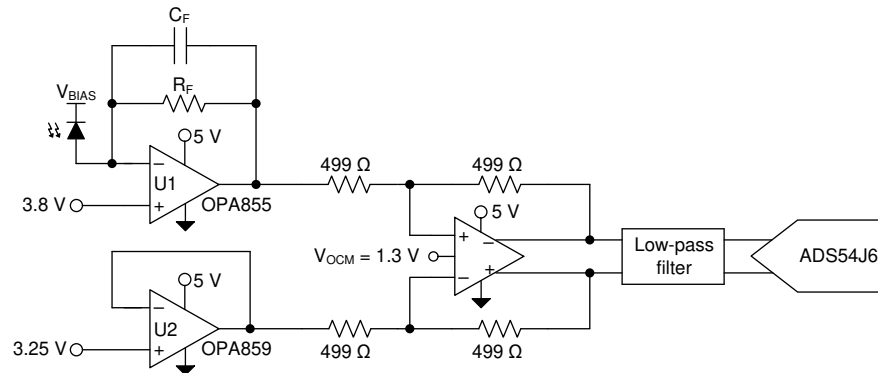
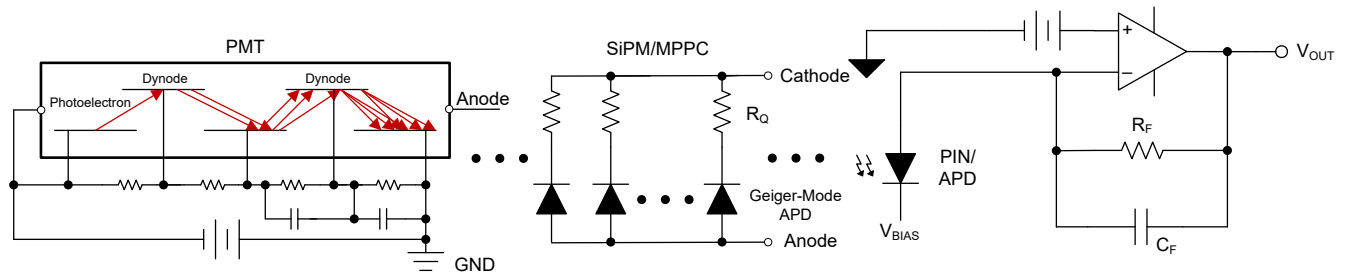

図 9-1. OPA855 TIA として統合したものです
図 9-5. APD または SiPM/MPPC または PMT 入力を備えたトランスインピーダンス アンプ
図 9-1 に、広帯域幅の光フロントエンド システムのトランスインピーダンス アンプ (U1) として構成された OPA855 を示します。2 つ目のアンプ OPA859-Q1 はユニティ ゲイン バッファ (U2) として構成され、THS4520 への dc オフセット電圧を設定します。THS4520 は、OPA855 のシングルエンドトランスインピーダンス出力を差動出力信号へ変換するために使用されます。THS4520 は、ADS54J64 (14 ビット、1GSPS のアナログ/デジタル コンバータ (ADC)) の入力を駆動し、アナログ信号をデジタル化します。
図 9-1 に、アバランシェ フォトダイオード (APD) 逆バイアスにより APD のカソードが大きな正バイアス電圧に接続される TIA として構成された OPA855 を示します。この構成では、APD は入力同相電圧に対して出力が負方向にスイングするように、オペアンプの帰還ループに電流を供給します。出力スイングを負方向に最大化するため、OPA855 の同相電圧は正の制限値に近く設定し、正の電源レールからは 1.2V のみに設定します。帰還抵抗 (R_F) と入力容量 (C_{IN}) はノイズゲインでゼロを形成し、未チェックの場合は不安定性が生じます。ゼロの影響を打ち消すため、帰還コンデンサ (C_F) を追加して、ノイズ ゲイン伝達関数に極を挿入します。
OPA855 は 8GHz のゲイン帯域幅、高いスルー レート、低ノイズを特長としているため、広範な光検出器に最適です。図 9-5 に、広帯域幅の光フロントエンド システムでトランスインピーダンス アンプ (TIA) として構成された OPA855 を示します。アンプへの光入力として、フォトダイオード (PD)、アバランシェ フォトダイオード (APD)、光電子増倍管 (PMT)、マルチピクセル光子カウンタ (MPPC) など、さまざまな種類の光学センサを使用できます。また、半導体光電子増倍管 (SiPM) とも呼ばれます。光学式検出アプリケーションは、これまで APD を一般的に使用してきましたが、超低光源の検出は、これまでの選択肢では課題になってきました。PMT や MPPC などのテクノロジーでは、高速出力を維持しながら高い固有ゲインを実現するために、低ノイズの高速インターフェイスが必要です。OPA855 は、これらの光学的課題に対応でき、同様に、このようなアプリケーションでも同様に動作します。
図 9-5 に、OPA855 を TIA として構成した例を示します。ここでは、光センサの逆バイアスが印加され、ダイオードのカソードが正のバイアス電圧に接続されています。RC フィルタをローパス フィルタとして、逆バイアス ノードで使用し、高周波ノイズを除去できます。光検出器の内部容量は、センサの種類と印加される逆電圧の値によって異なります。各センサタイプのセットアップは多少異なりますが、アンプへの接続は全体を通して一貫しています。
図 9-5 に示す OPA855 の非反転入力 dc 電圧バイアスは同相電圧を設定し、電源の不一致構成でシステムの出カスイングを最大化できます。dc バイアスは、アンプの出力段のクリッピングまたは飽和を防止するために重要です。後段では、完全差動アンプ (FDA) を使用してシングルエンド信号を差動入力に変換し、A/D コンバータ (ADC) を駆動できます (図 9-1 を参照)。FDA と ADC の間に高次フィルタを追加して、システム ノイズを低減できます。